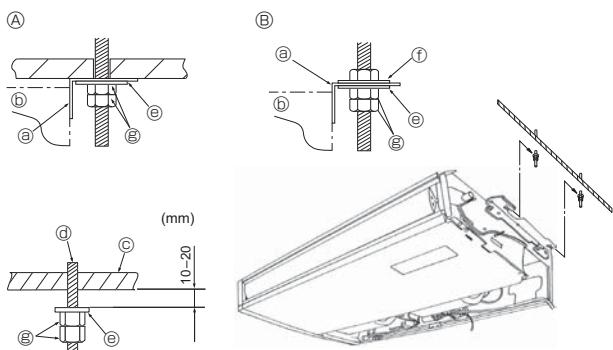

Fig. 3-5
⑦ Σύρτης
⑩ Αφαιρέστε το προστατευτικό βινύλιο του πτερυγίου.
⑪ Σπρώχνοντας το μεντεσέ, τραβήξτε τις γρίλιες
⑫ Εάν προσπαθήστε ν' ανοίξετε βιαίως τις γρίλιες εισαγωγής αέρα ή τις ανοίξετε σε γωνία μεγαλύτερη των 120° ενδεχομένως να προκαλέσετε ζημιά στους μεντεσέδες.
3.3. Εγκατάσταση εσωτερικής μονάδας (Fig. 3-5)